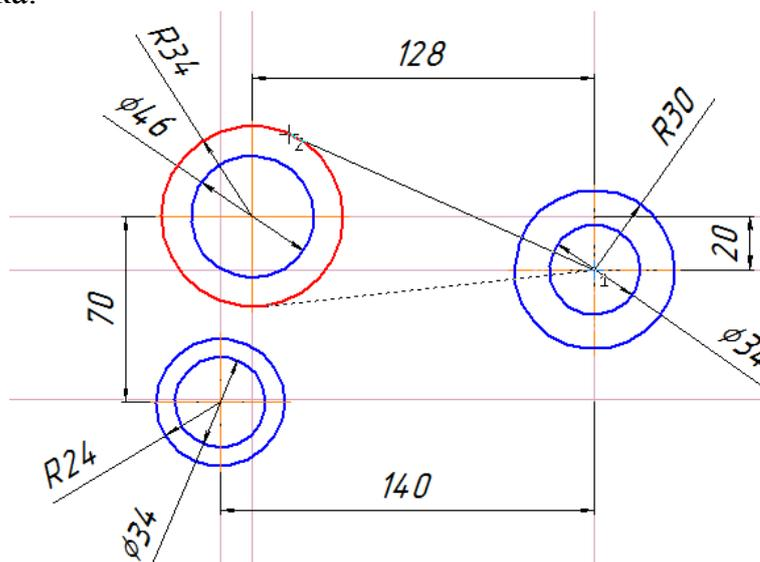

Рисунок 27.
3. Постройте отрезок, проходящий через центр окружности $\phi 34$ касательно к окружности, имеющей R34. Для этого активизируйте команду **Касательный отрезок через внешнюю точку** . Укажите начальную точку отрезка центр окружности $\phi 34$ и курсором укажите окружность имеющей R34 (рисунок 27). Система создаст два варианта отрезка, удовлетворяющих заданным условиям. Верхний вариант будет отображаться сплошной линией, то есть будет текущим. Нижний вариант будет отображаться штриховой линией, то есть будет дополнительным. Щелчком на кнопке **Создать объект**  на панели специального управления создайте верхний (текущий) отрезок. Щелчком на кнопке **Прервать команду**  откажитесь от создания нижнего отрезка.